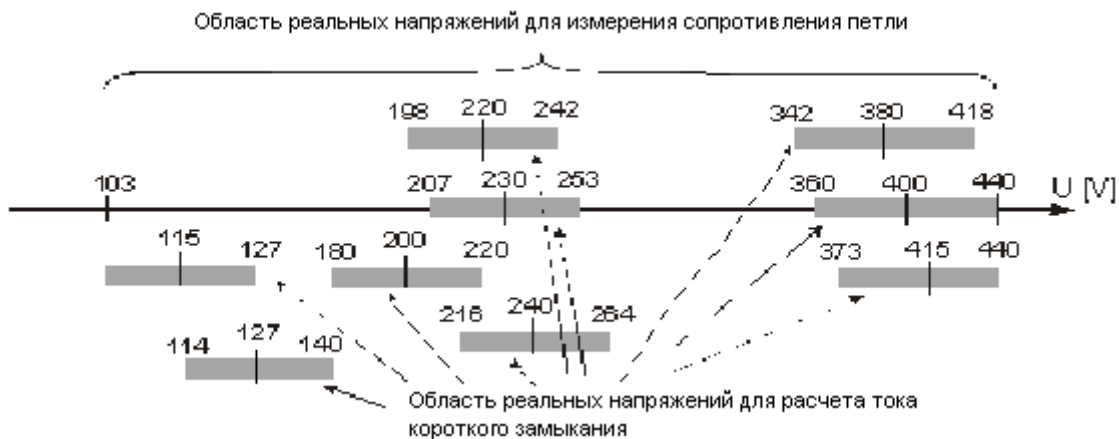

Рис.7. Зависимость между напряжением цепи и возможностью расчета тока короткого замыкания
Если напряжение измеряемой цепи находится за допустимыми пределами, измеритель будет не в состоянии определить действительное номинальное напряжение для расчета тока замыкания. В таком случае вместо величины тока замыкания отображаются горизонтальные черточки. На Рис.7 представлены диапазоны напряжений, для которых рассчитывается ток замыкания.
- сетевое напряжение в момент измерения (U_{L-N} , U_{L-L} , U_{L-PE} или U_{-}); U_{-} - означает напряжение, величина которого не помещается в границах, указанных на Рис.7;